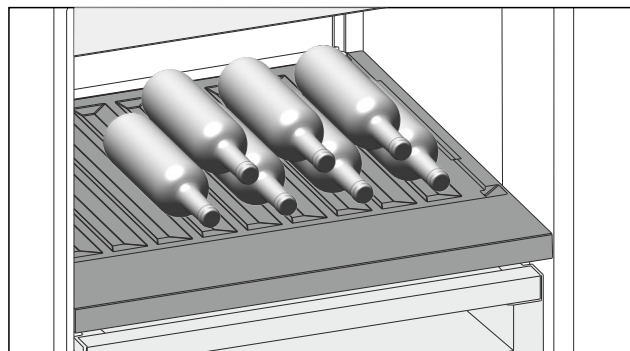

Fig. 124
- Láhve ukládejte dnem dozadu k zadní stěně. (viz Fig. 124)